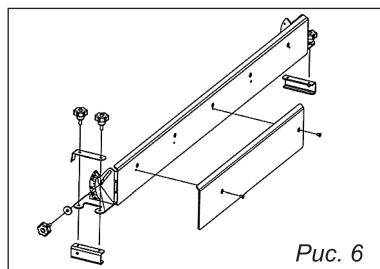

Рис. 6
- Через отверстия указателя и линейки навернуть на прижимную планку винты барабашки (рис. 6);